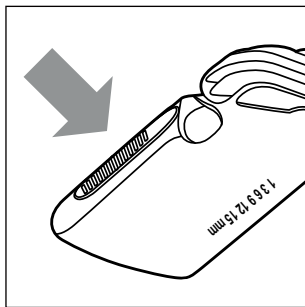

Abb. 5
- Drücken Sie den Knopf, wenn Sie den Kammaufsatz 10/11 nach oben oder unten schieben (siehe Abb. 5). Dadurch lässt sich der Kammaufsatz 10/11 leichter aus der Einrastung lösen und verschieben.
- ▶ Drücken Sie die obere Seite des Knopfes, wenn Sie den Kammaufsatz **10/11** nach oben oder unten schieben (siehe Abb. 5). Dadurch lässt sich der Kammaufsatz **10/11** leichter aus der Einrastung lösen und verschieben.